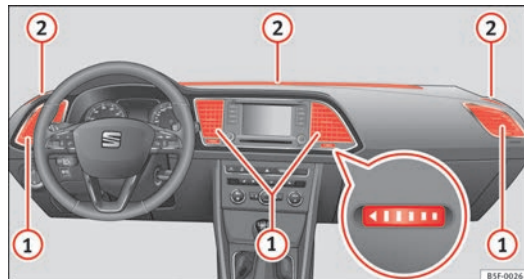

Fig. 88 Sur la planche de bord : diffuseurs d'air.
Pour garantir le chauffage, le refroidissement et la ventilation à l'intérieur de l'habitacle, les diffuseurs d'air → fig. 88 ① doivent rester ouverts.